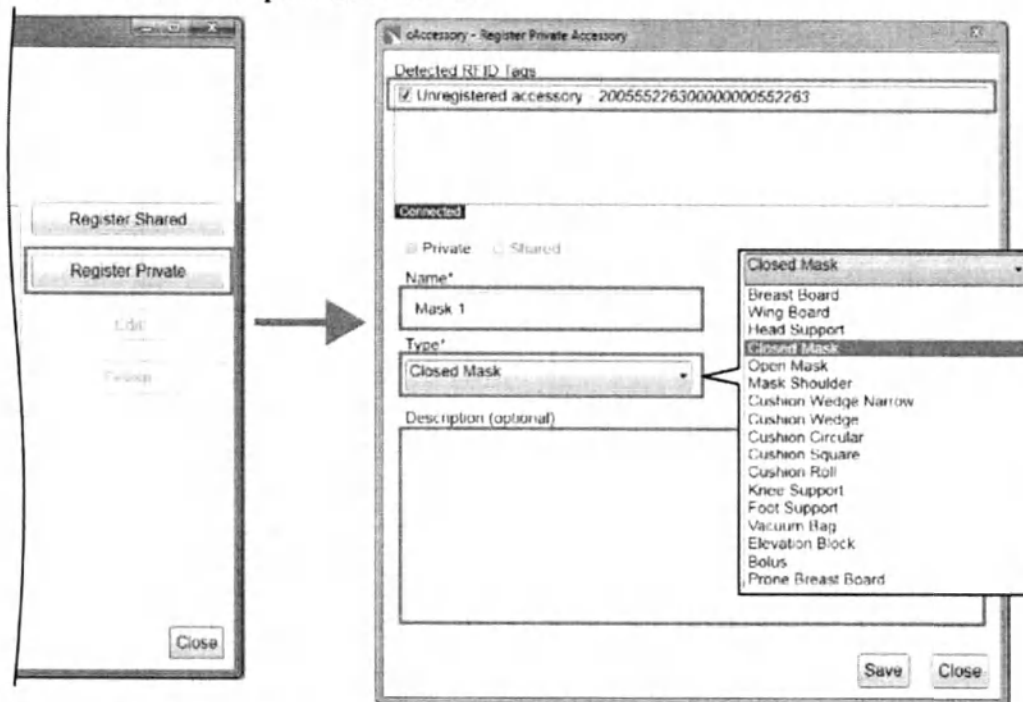

Рисунок 5. Диалоговое окно «Зарегистрировать личную принадлежность» (Register Private Accessory).
3. Щелкните «Зарегистрировать личную» (Register Private). Откроется диалоговое окно «Зарегистрировать личную принадлежность» (Register Private Accessory) (рисунок 5).